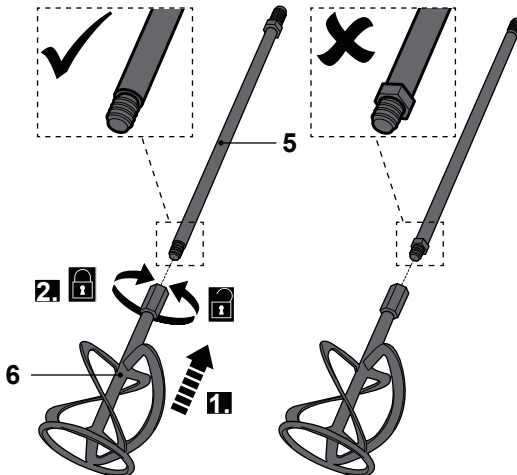

Fig. 1
>Alinear la paleta mezcladora (6) con la varilla (5). Atornillar la paleta mezcladora (6) en el sentido de las agujas del reloj en el extremo inferior de la varilla (5) (Fig. 1).